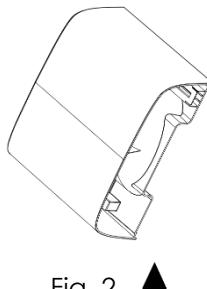

Fig. 2
2. Deseche el agua recogida. (Fig. 2)
3. Una vez que esté vacío, vuelva a colocarlo en el aparato. Al reemplazar, pulse el depósito firmemente en su lugar con las dos manos. Si el depósito no está colocado correctamente, el censor "WATERFULL" se activará y el deshumidificador no funcionará. (Fig. 2)